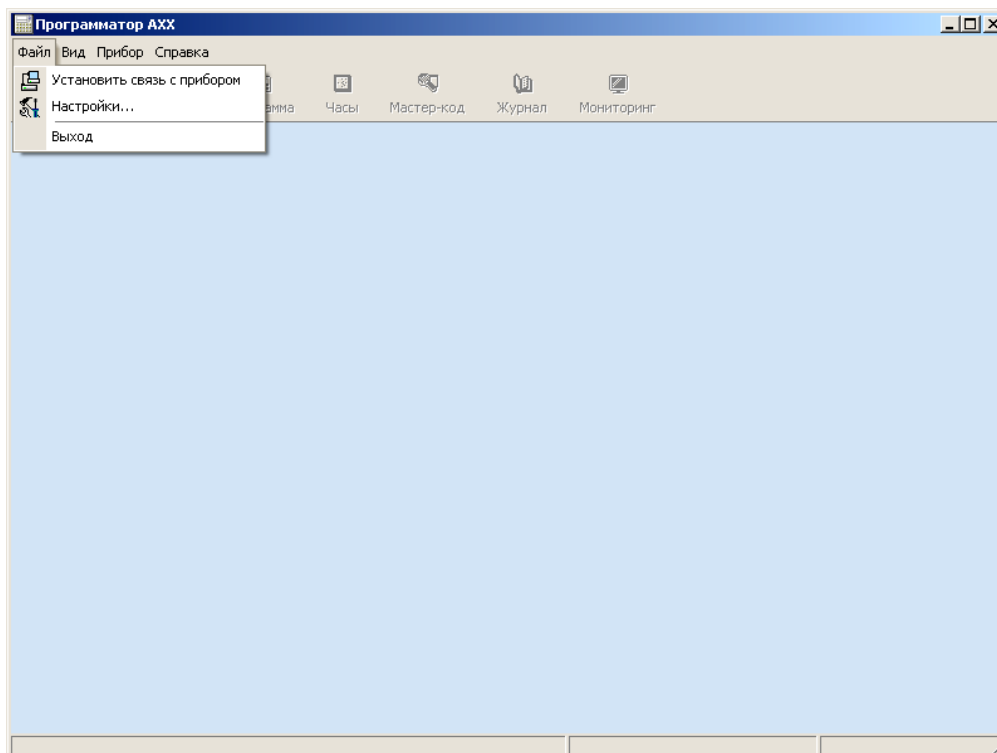

Рисунок 26 – Раздел главного меню «Файл»
**2.3.2.1 Раздел главного меню «Файл»** содержит следующие пункты, рисунок 26: